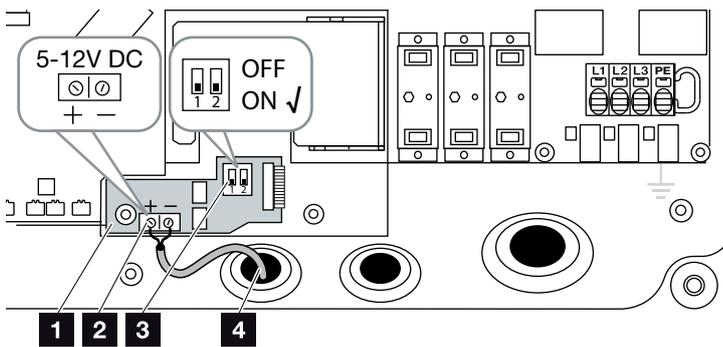

Fig. 25: PIKO EPC AC Off Switch-kort
1. Før styreledningen ind i vekselstrømsomformeren, og tilslut den ved tilslutningsklemmen  **Fig. 25, pos. 2** for printkortet.
3. Stil DIP-afbryderen på ON  **Fig. 25, pos. 3**